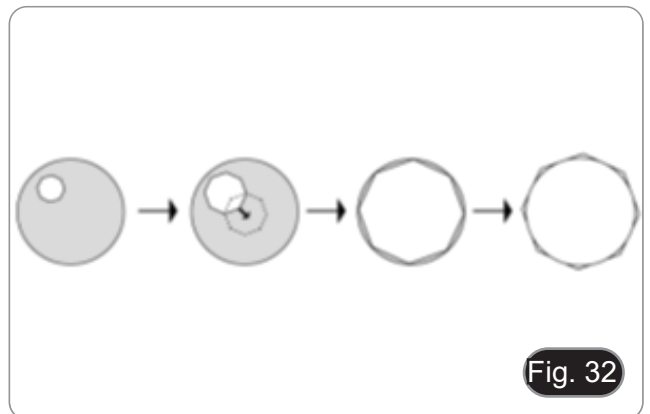

Fig. 32
- Une fois la mise au point faite, tirer vers l'avant du microscope le levier ① et le bloquer dans cette position de mise au point supérieure. (Fig. 32)
- Deux clips de blocage sont insérés sur le statif ②. N'ENLEVEZ PAS LES DEUX DISPOSITIFS DE RETENUE.**
Adapter le diaphragme de champ en fonction de l'objectif utilisé jusqu'à ce que le diaphragme de l'iris circonscrite le champ de visuel pour éliminer la lumière inutile des oculaires. (Fig. 32)